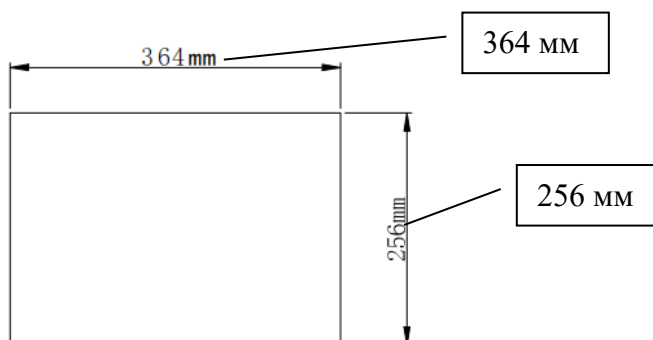

Рис. 2 – Модель 42 см
3. Просвердліть отвір у шафі, розміром 364*265 (мм) для моделі 42 см. Дивіться малюнок нижче. Переконайтеся, що відстань між краєм отвору та краєм шафи становить щонайменше 50 мм. Див. рис. 2.